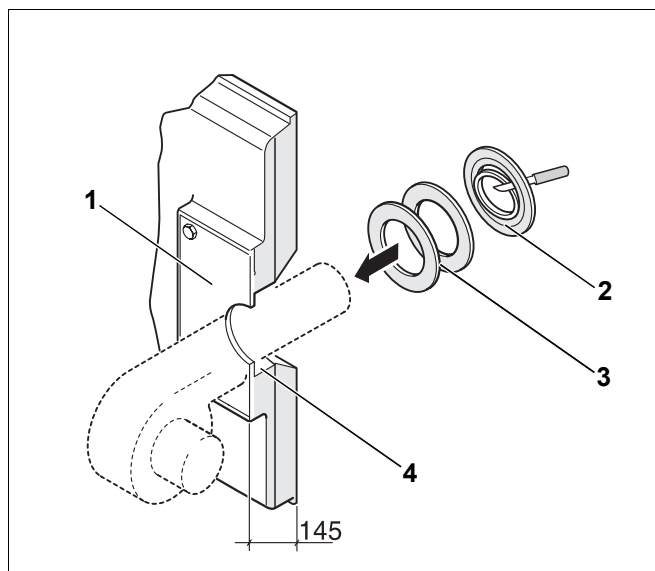

Fig. 66 Montaggio del bruciatore (Misure in mm)
- ▶ forare la piastra del bruciatore (fig. 66, [1]) in base al diametro necessario per il bocchaglio (Ø max. 270 mm) o tagliarla al canello.
- ▶ Ritagliare gli anelli isolanti in modo corrispondente al diametro del bocchaglio del bruciatore (fig. 66, [2]).
- ▶ Riempire la fessura rimanente fra l'isolamento termico della porta del bruciatore ed il bocchaglio (fig. 66, [4]) con gli anelli isolanti adatti (fig. 66, [3]).